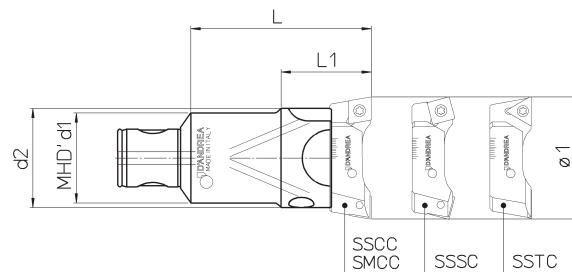

fig.1
- (fig. 1) two SSCC bit holders on the same plane and with the two cutting edges set at identical radial distance for high feed rate roughing operations.
- (Abb. 1) zwei Plattenhalter SSCC auf gleicher Höhe mit der Schneidkante der Wendeplatten auf gleichem Durchmesser einstellen. Für Schrupparbeiten mit großem Vorschub.
- (fig. 1) dos asientos SSCC alineados y con la punta de la plaqueta sobre el mismo diámetro para operaciones de desbaste con fuertes avances.
- (fig.1) deux porte-plaquettes SSCC dans le même plan avec les coupants réglés sur le même diamètre pour l'ébauchage à haute vitesse d'avance.
- (fig. 1) due seggi SSCC allineati e con la punta degli inserti sullo stesso diametro per operazioni di sgrossatura con forti avanzamenti.